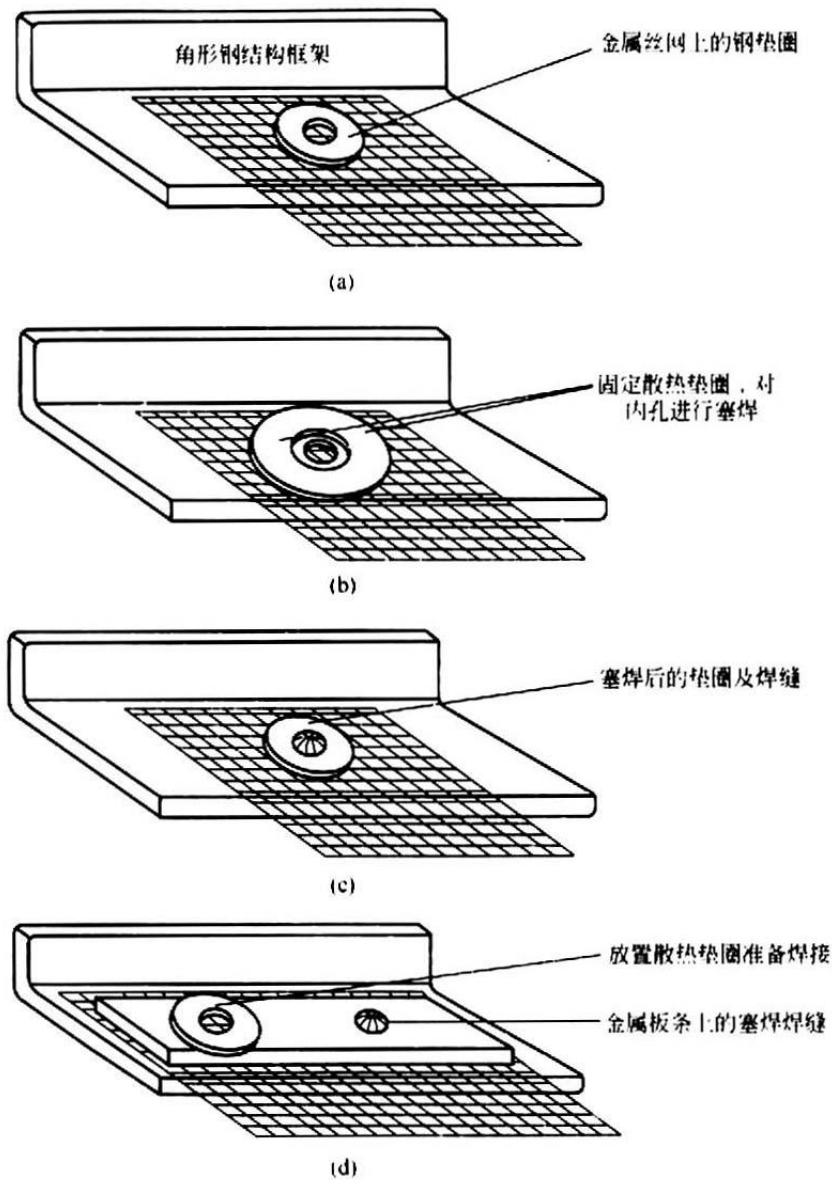

图 3 金属丝网与框架结构的焊接示意
① 在金属丝网或延伸金属上放置非金属垫圈并且将垫圈、金属丝网和框架夹紧在一起，不允许采用含铬或镀锌垫圈，垫圈应采用未涂敷的，见图 3(a)。
② 在被焊位置的垫圈上部放置一个更大的垫圈作为散热片。上垫圈应具有一个比下垫圈更大的孔，以避免上垫圈也被焊接在一起。然后通过垫圈的两个孔进行塞焊，应使焊缝处于下垫圈部分。操作者可以采取一些其他的方法得到足够的热量并进行焊接，注意要防止周围屏栅或金属丝网烧穿，见图 3(b)和 (c)。
③ 另一种方法是采用一个带孔的金属板条，将孔对准需要焊接的部位，并放置散热垫圈，然后进行塞焊，见图 3(d)。